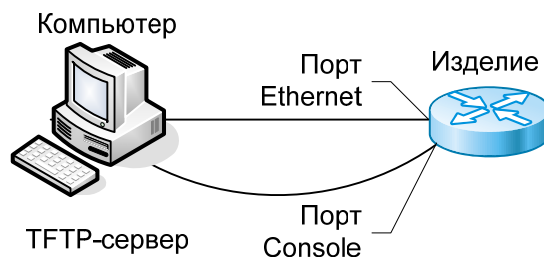

Рис. 9. Подключение изделия для обновления программного обеспечения
3. Подключите порт Ethernet изделия к сети. Примеры подключения показаны на Рис. 9;